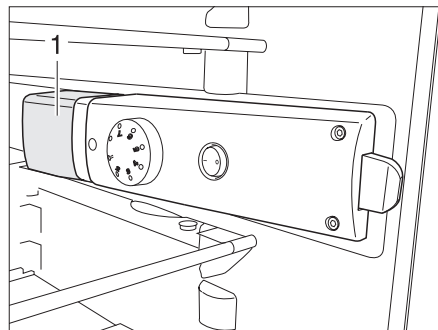

Fig. 112 Lampada del frigorifero
- ▶ Afferrare la parte posteriore sotto la copertura della lampada (Fig. 112,1) e sollevarla di ca. 3 mm.